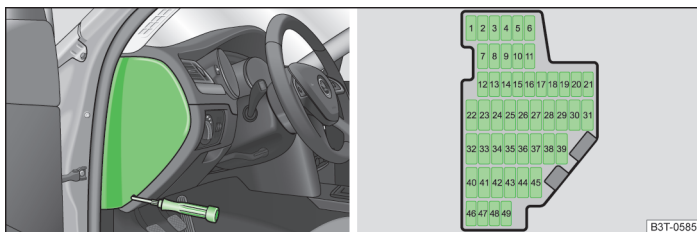

Fig. 201 Couverture de la boîte à fusibles/représentation schématisée de la boîte à fusibles
- Retirez le cache du boîtier de fusibles » fig. 201.